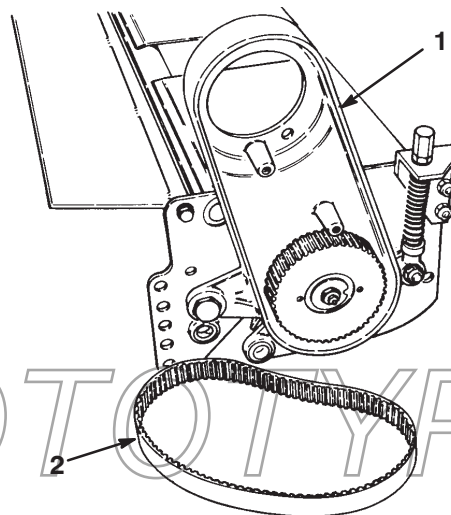

Figure 30
4. Retirez l'écrou conique du boulon à épaulement qui fixe le logement de roulement à la plaque latérale. Retirez la rondelle Belleville et le boulon, et dégagez le logement de roulement de l'arbre du cylindre (Fig. 30).
5. Déposez le couvercle du carter d'entraînement et déposez la courroie d'entraînement du carter (Fig. 30).